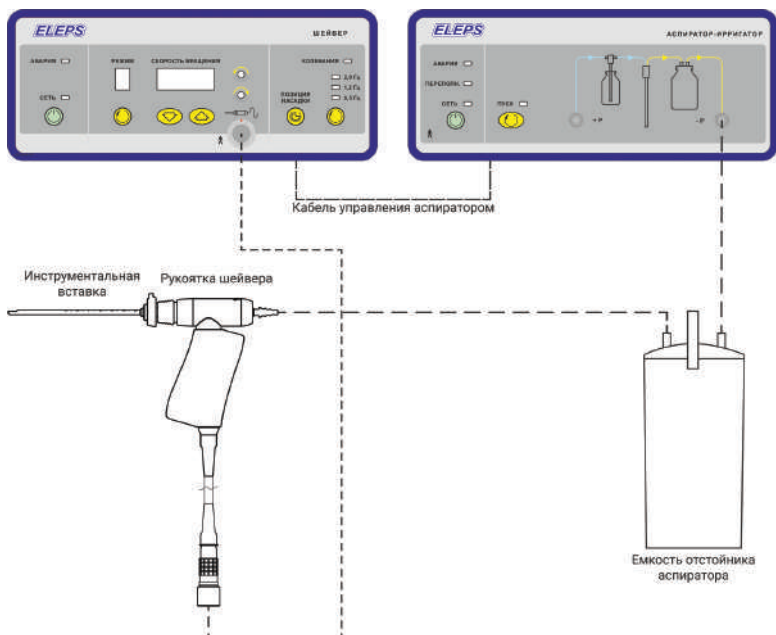

Рисунок 9. Подключение кабеля ручьятки к блоку управления.
Соедините шейвер и аспиратор-ирригатор кабелем управления, подключите шланг отсоса аспиратора-ирригатора к штуцеру аспирации рукоятки (24) согласно схеме подключения (см. рисунок 9).